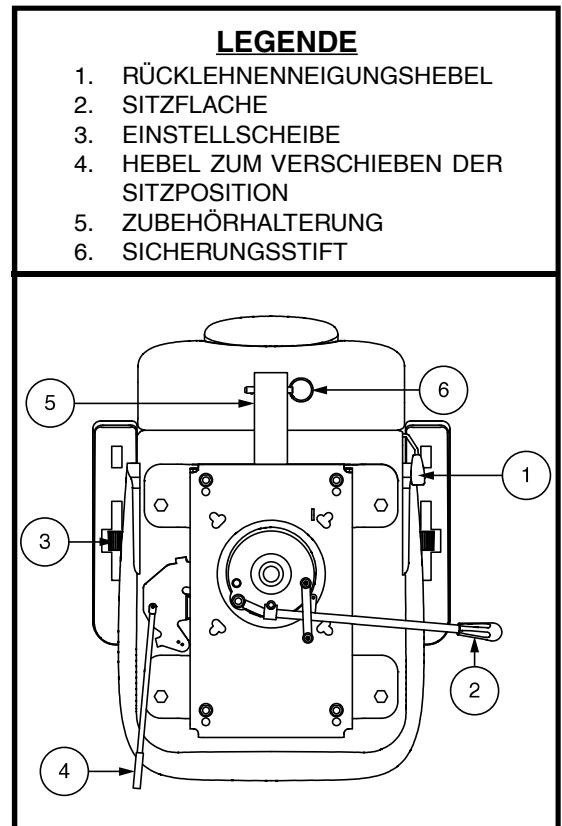

Abb. 20. Sitzeinstellungen
Um die verstellbare Rückenlehne einzustellen, befolgen Sie diese Schritte. Siehe Abb. 20.
1. Zum Entriegeln des Sitzes den Sitzverschluss je nach Sitztyp entweder nach oben ziehen oder nach vorne schieben. **Siehe Abb. 20.**
Der Armlehnenwinkel Ihres Elektromobils kann nach oben oder nach unten verstellt werden durch das Drehen der Einstellscheiben. **Siehe Abb. 20.**
1. Drehen Sie den Hebel zur Verstellung der Sitzposition nach aussen. **Siehe Abb. 20.**
Die Zubehörhalterung am Heck ermöglicht es Ihnen, persönliche Zubehörkomponenten wie Korb, Gehhilfe oder Sauerstofftank hinter dem Elektromobil anzubringen. Verwenden Sie den Sicherungsstift, um das Zubehörteil sicher an der Halterung zu befestigen. **Siehe Abb. 20.** Für weitere Informationen wenden Sie sich an Ihren Vertragshändler.